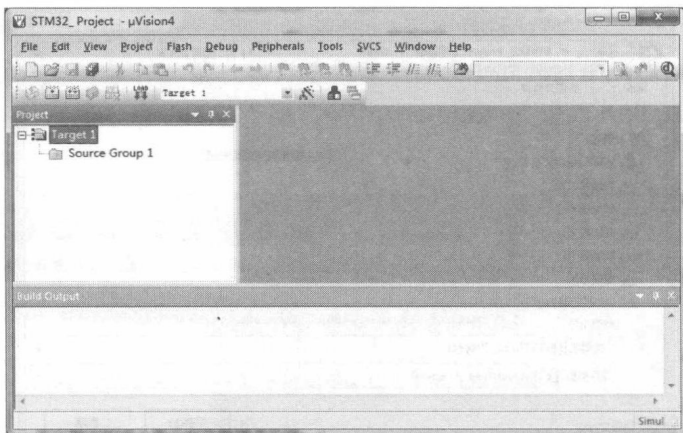

图1-10 新建工程后的界面
现在我们可以看到新建工程后的界面, 如图 1-10 所示。
(1) 在图 1-10 中,通过快捷工具栏(或 File 菜单)的  按钮新建一个文件,并保存为 main.c,主文件 main.c 一定要放在 USER 组里面。在该文件中输入如下代码: